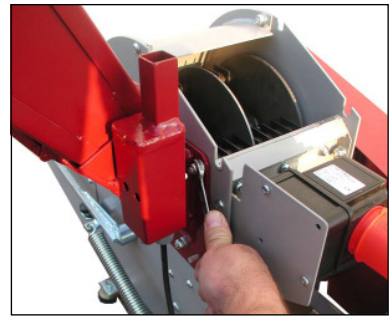

Bild 19
- seitlichen Trichter durch Lösen der 4 Sechskantmutter (SW 13) entfernen (siehe „Bild 19“)